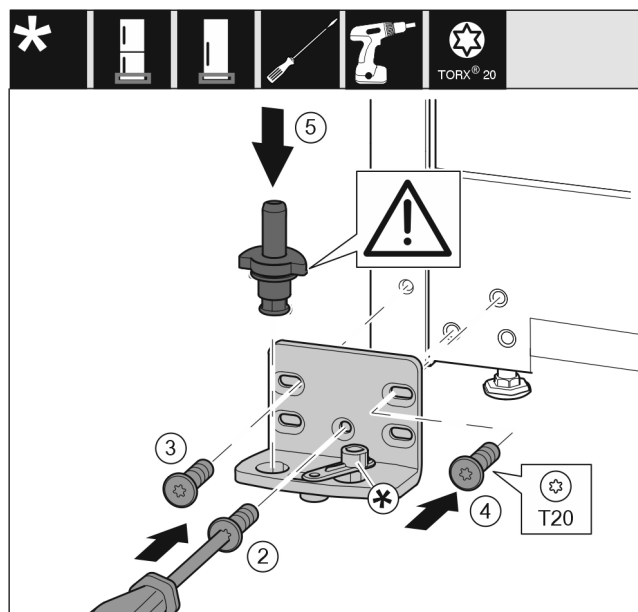

Fig. 18
- Applicare il blocco di supporto sull'altro lato e avvitarlo con l'aiuto di un cacciavite. Iniziare dalla vite Fig. 18 (2) in basso al centro.
- Stringere la vite Fig. 18 (3) e la vite Fig. 18 (4).
- Inserire completamente i perni di supporto Fig. 18 (5). Facendo ciò assicurarsi che la camma di arresto sia rivolta all'indietro.